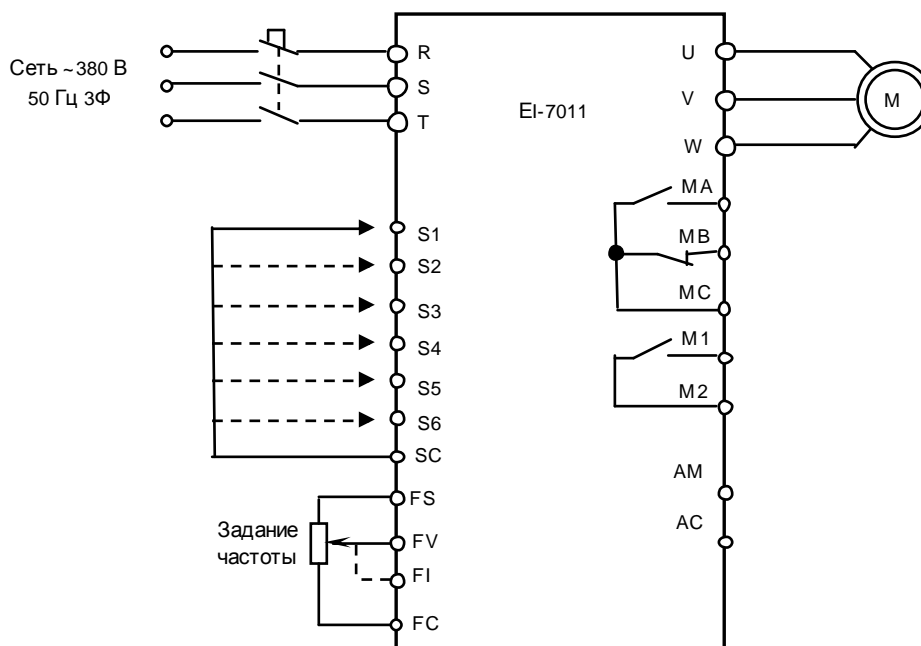

Рис. 4.21. Диагностика входных и выходных цепей управления преобразователя EI-7011.
4.15.1. Подключить электродвигатель к выходным клеммам U, V, W (рис.4.21).
4.16.2. Подключить один из концов проволочной перемычки (рис. 4.21) к клемме SC. Подключить электродвигатель соответствующей мощности к выходным клеммам U, V, W.